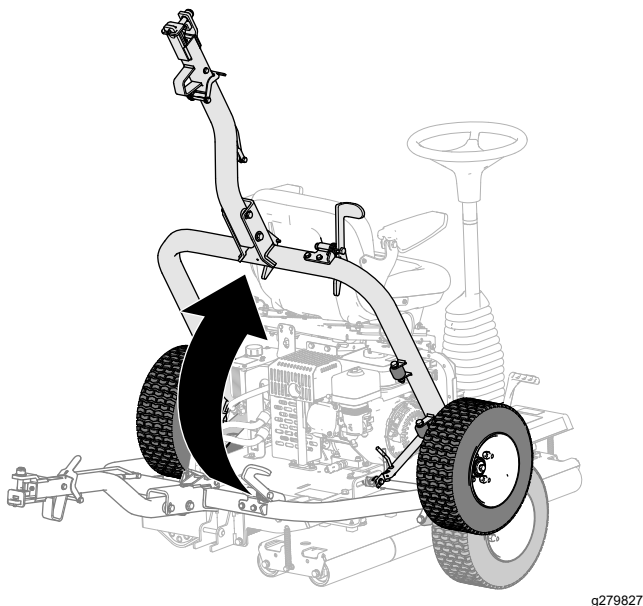

Figure 23
5. Élevez l'attelage (Figure 23) jusqu'à ce que le levier de verrouillage s'enclenche dans le verrou de la glissière (Figure 18).